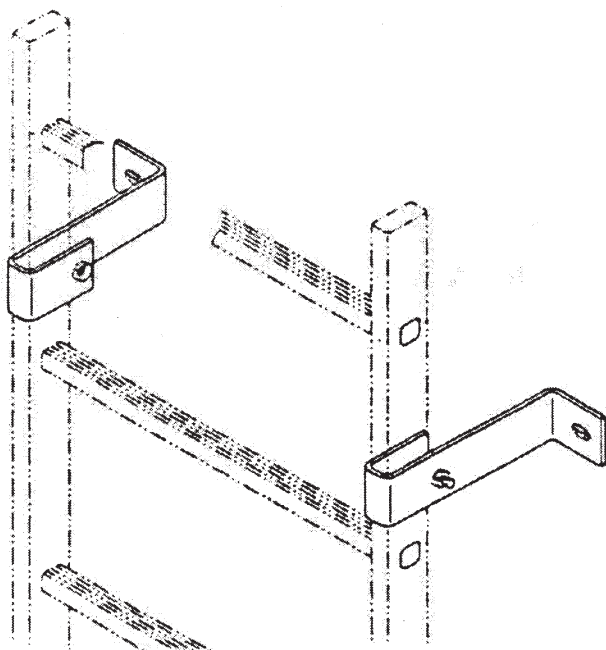

Abbildung 1
(A) Befestigung der Schachtleiter am Schacht (Abbildung 1, 2, 4 und 5)